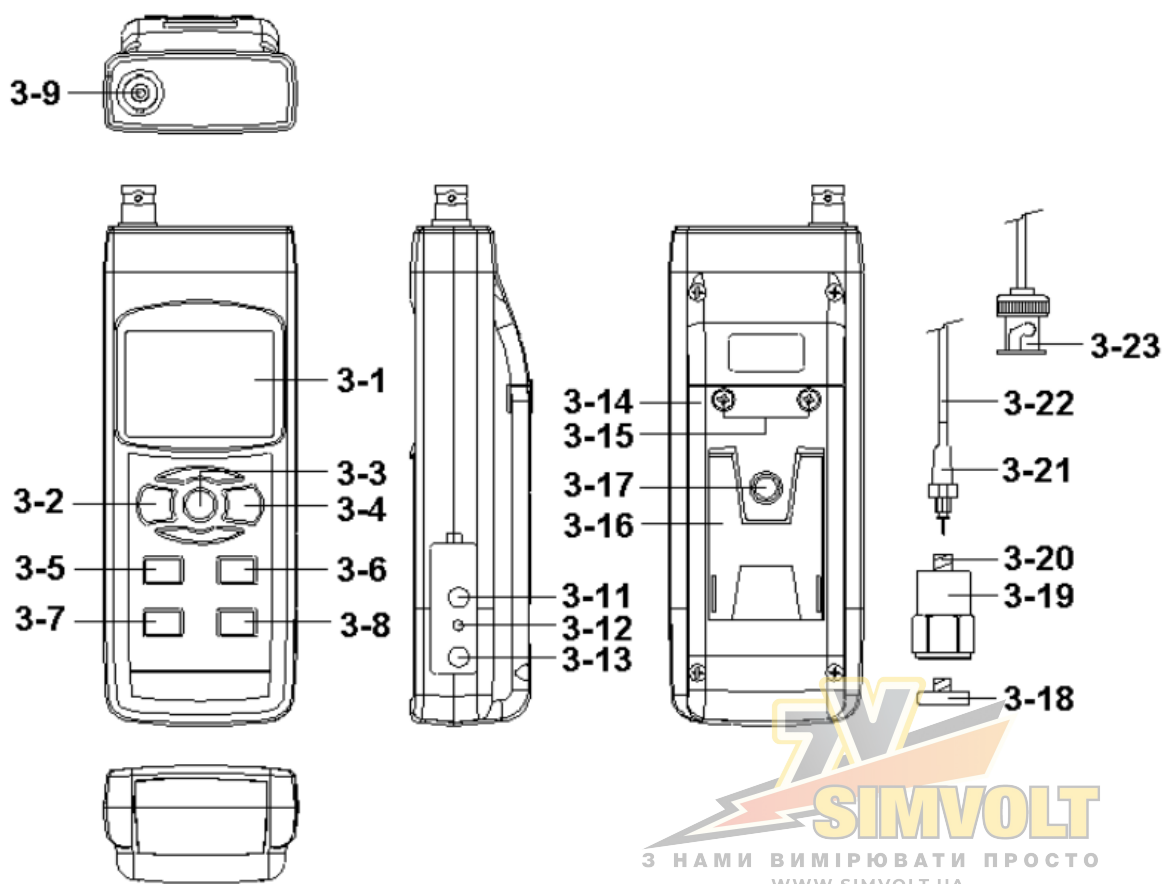

Рисунок 1
Кнопка обнулення	Під час вимірювання прискорення (RMS), коли датчик нерухомий, натисніть дві кнопки (3-5, 3-6, рисунок 1) >3 секунди.
Кнопка скидання утримання максимального значення	Під час вимірювання утримання максимального значення натисніть дві кнопки (3-5, 3-6, рисунок 1) та утримуйте їх >3 секунди.
1. Увімкніть вимірювач, натиснувши кнопку «Живлення» (3-2, рисунок 1) та утримуючи її протягом > 3 секунд безперервно.
2. Підключіть штекер кабелю BNC (3-23, рисунок 1) до вхідного роз'єму BNC (3-9, рисунок 1).
3. Підключіть міні-штекер кабелю (3-21, рисунок 1) до вхідного роз'єму датчика вібрації (3-20, рисунок 1).
** Якщо матеріал поверхні вимірюваного об'єкта є залізним матеріалом, підключіть «датчик вібрації» (3-19, рисунок 1) до «магнітної основи» (3-18, рисунок 1).*
** Будь ласка, не торкайтеся пальцями чи рукою «кабелю датчика» (3-22, рисунок 1).*
Виберіть потрібну одиницю вимірювання, натиснувши кнопку «UNIT» (3-5, рисунок 1) протягом > 3 секунд (не відпускаючи кнопку), дисплей відобразить такі одиниці вимірювання відповідно до прискорення / швидкості / переміщення послідовно.
Виберіть потрібну функцію (RMS, Peak, Max HOLD), натиснувши кнопку «FUNCTION» (3-6, рисунок 1). Утримуйте її > 3 секунди (не відпускаючи кнопку), доки на дисплеї не з'явиться потрібна функція (RMS, Max HOLD, Peak), потім відпустіть кнопку «FUNCTION» (3-6, рисунок 1).
Під час виконання функції утримання максимального значення, якщо одночасно натиснути кнопку «▲» (3-5, рисунок 1) та кнопку «▼» (3-6, рисунок 1) протягом > 3 секунд, поточне значення утримання максимального значення буде очищено.
1. Коли датчик вібрації готовий, підключіть «штекер кабелю» (3-23, рисунок 1) до «вхідного роз'єму» (3-9, рисунок 1).
4. Під час вимірювання «Прискорення / Швидкість / Переміщення», якщо натиснути кнопку «▲» (3-5, рисунок 1) та кнопку «▼» (3-6, рисунок 1) разом більше 3 секунд, дисплеї досягнуть нульового значення.
Під час вимірювання натисніть кнопку «Hold» (3-3, рисунок 1) один раз, щоб зафіксувати виміряне значення, а на РК-дисплеї з'явиться символ «HOLD».
1. Функція запису даних записує максимальні та мінімальні показники. Натисніть кнопку «MAX/MIN» (3-4, рисунок 1) один раз, щоб розпочати функцію запису даних, і на дисплеї з'явиться символ «REC».
- a) Натисніть кнопку «MAX/MIN» (3-4, рисунок 1) один раз, на дисплеї з'явиться символ «REC MAX» разом із максимальним значенням.
- b) Знову натисніть кнопку «MAX/MIN» (3-4, рисунок 1), на дисплеї з'явиться символ «REC MIN» разом із мінімальним значенням.
- c) Знову натисніть кнопку «MAX/MIN» (3-4, рисунок 1), після чого з'явиться символ «MIN», лише на РК-дисплеї відобразиться символ «REC», і вимірювач знову розпочне функцію запису даних.
3. Щоб вийти з функції запису в пам'ять, просто натисніть кнопку «MAX/MIN» (3-4, рисунок 1) > 3 секунди безперервно. Дисплей повернеться до поточного значення.
1. Після увімкнення живлення підсвічування РК-дисплея вмикається автоматично. Під час вимірювання натисніть кнопку підсвічування (3-2, рисунок 1) один раз безперервно, щоб вимкнути підсвічування РК-дисплея.
Якщо функція реєстратора даних не виконується, натисніть і утримуйте кнопку «SET» (3-7, рисунок 1) безперервно щонайменше 3 секунди, щоб перейти в режим «Розширені налаштування». Потім натисніть кнопку «SET» (3-7, рисунок 1) один раз послідовно, щоб вибрати вісім основних функцій, на нижньому дисплеї відобразиться:
Під час виконання функції «Додаткові налаштування», якщо натиснути кнопку «SET» (3-7, рисунок 1) більше 3 секунд, вийде функція «Додаткові налаштування», РК-дисплей повернеться до звичайного екрана.
1. Використовуйте кнопку «▲» (3-5, рисунок 1) або кнопку «▼» (3-6, рисунок 1), щоб налаштувати значення (налаштування починається зі значення року). Після встановлення потрібного значення натисніть кнопку «Enter» (3-8, рисунок 1) один раз, щоб перейти до наступного налаштування значення (наприклад, перше значення налаштування — рік, потім наступне — місяць, дата, година, хвилина, секунда).
2. Після встановлення всіх значень часу (рік, місяць, дата, година, хвилина, секунда) натисніть кнопку «ENTER» (3-8, рисунок 1) один раз, щоб зберегти значення часу.
1. Використовуйте кнопку «▲» (3-5, рисунок 1) або кнопку «▼» (3-6, рисунок 1), щоб вибрати верхнє значення «yES» або «no».
2. Після вибору верхнього тексту «yES» або «no» натисніть кнопку «ENTER» (3-8, рисунок 1), щоб зберегти налаштування функції за замовчуванням.
Пристрій також може житися від адаптера живлення постійного струму 9 В (опційно). Вставте штекер адаптера живлення у «Вхідний роз'єм адаптера живлення постійного струму 9 В» (3-13, рисунок 1). Прилад буде постійно увімкнений при використанні джерела живлення від адаптера постійного струму (функція кнопки живлення вимкнена).